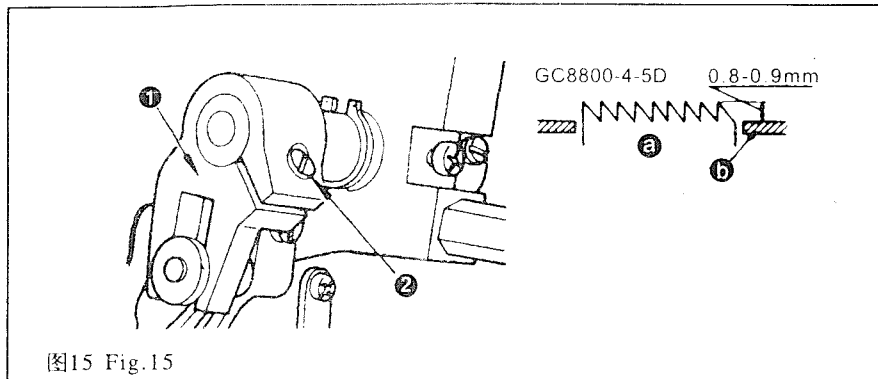

图15 Fig.15
11. 送料牙的高度(图15) 11. HEIGHT OF THE FEED DOG (Fig. 15)